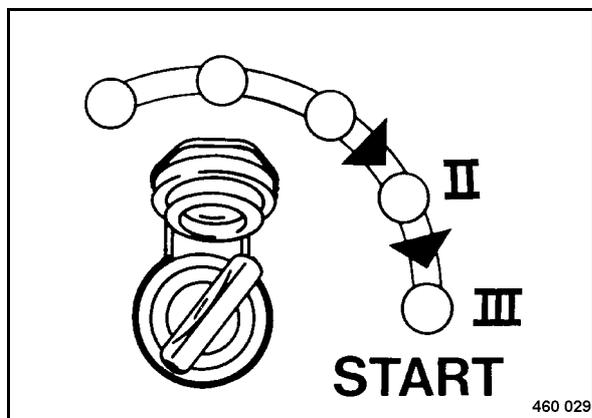

Рис. 53
- Повернуть ключ зажигания (Рис. 53) через положение "II" в положение "III". Стартер проворачивает двигатель.